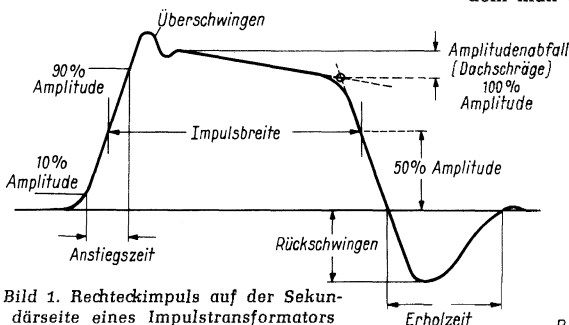
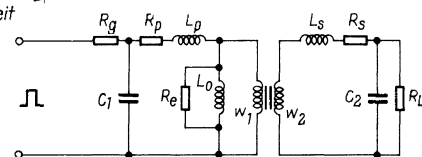
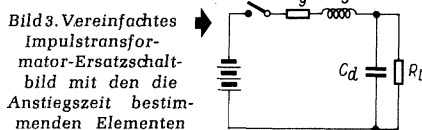
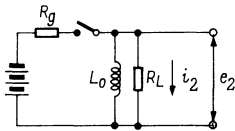

Bild 1. Rechteckimpuls auf der Sekundärseite eines Impulstransformators
Bild 2. Vollständiges Ersatzschaltbild eines Impulstransformators
Bild 3. Vereinfachtes Impulstransformator-Ersatzschaltbild mit den die Anstiegszeit bestimmenden Elementen
Bild 4. Vereinfachtes Impulstransformator-Ersatzschaltbild mit den für den Amplitudenabfall während der Impulszeit (Dachschräge) verantwortlichen Elementen
**Wirkungsweise:** Zur Charakterisierung oder Spezifizierung eines Koppeltransformators ist es zweckmäßig, die Generator- und die Lastimpedanz festzustellen und den Primär- und Sekundär-Impuls zu beschreiben. Bild 1 zeigt als Beispiel einen Sekundär-Impuls, der einem idealen Rechteck-Primärimpuls entspricht. Es ist zu sehen, daß der Transformator bei einer Transformation verschiedene Arten der Verzerrung hervorruft. Diese sind: *Überschwingen*, *Rückschwingen*, *Dachschräge* usw. Ein Impuls nach Bild 1 besitzt ein relativ breites Frequenzspektrum. Die hohen Frequenzen sind für die Anstiegsflanke verantwortlich, während die Dachschräge und die Länge des Impulses eine Funktion der niederen Frequenzen sind.
Die Ursache für diese Verzerrungen geht aus der Transformator-Ersatzschaltung nach Bild 2 hervor. Darin bedeuten:
Es ist jedoch relativ schwierig, aus der vollständigen Ersatzschaltung in Bild 2 den Einfluß der einzelnen Kreiselemente auf die Impuls-Verzerrung abzuschätzen. Aus diesem Grund wird die Schaltung vereinfacht zu Bild 3. Die vereinfachte Ersatzschaltung entsteht durch Multiplikation aller Sekundär-Parameter mit  $1/n^2$ , d. h. Transformation auf die Primärseite.  $R_e$  und  $L_0$  sind wegen ihrer relativ großen Werte bei Ferritkernen vorerst einmal vernachlässigbar. Bei einer Aufwärtstransformation ist  $C_1$  klein gegenüber  $C_2 \cdot n^2$ .  $C_d$  stellt die gesamte Kapazität dar. Die Streuinduktivitäten ergeben einen gemeinsamen Wert  $L_s$ .
Aus Bild 3 ist nun zu sehen, daß die Anstiegszeit durch die Streuinduktivität bestimmt wird. Durch eine Formel ausgedrückt, heißt das:
**Impulsbreite:** Sie wird nach Bild 1 von Flanke zu Flanke bei 50 % der Amplitude gemessen.
Jeder Transformator hat eine untere Grenzfrequenz, die für den in Bild 1 angegebenen Amplitudenabfall verantwortlich ist. In den meisten praktischen Fällen läßt man einen Amplitudenabfall von 10 % zu, wodurch der längste zu übertragende Impuls bestimmt ist. Vereinfacht man nun die in Bild 2 angegebene Ersatzschaltung, indem man die für die niedrigen Frequenzen nicht ins Gewicht fallenden Kapazitäten und die gegenüber  $L_0$  kleinen Streuinduktivitäten vernachlässigt, so erhält man die in Bild 4 angegebene Ersatzschaltung. Hierin sind alle Primär- und Sekundär-Widerstände zu  $R_L$  zusammengezogen. Der Strom und Spannungsverlauf in diesem Kreis ergibt sich nun aus folgender einfachen Rechnung: